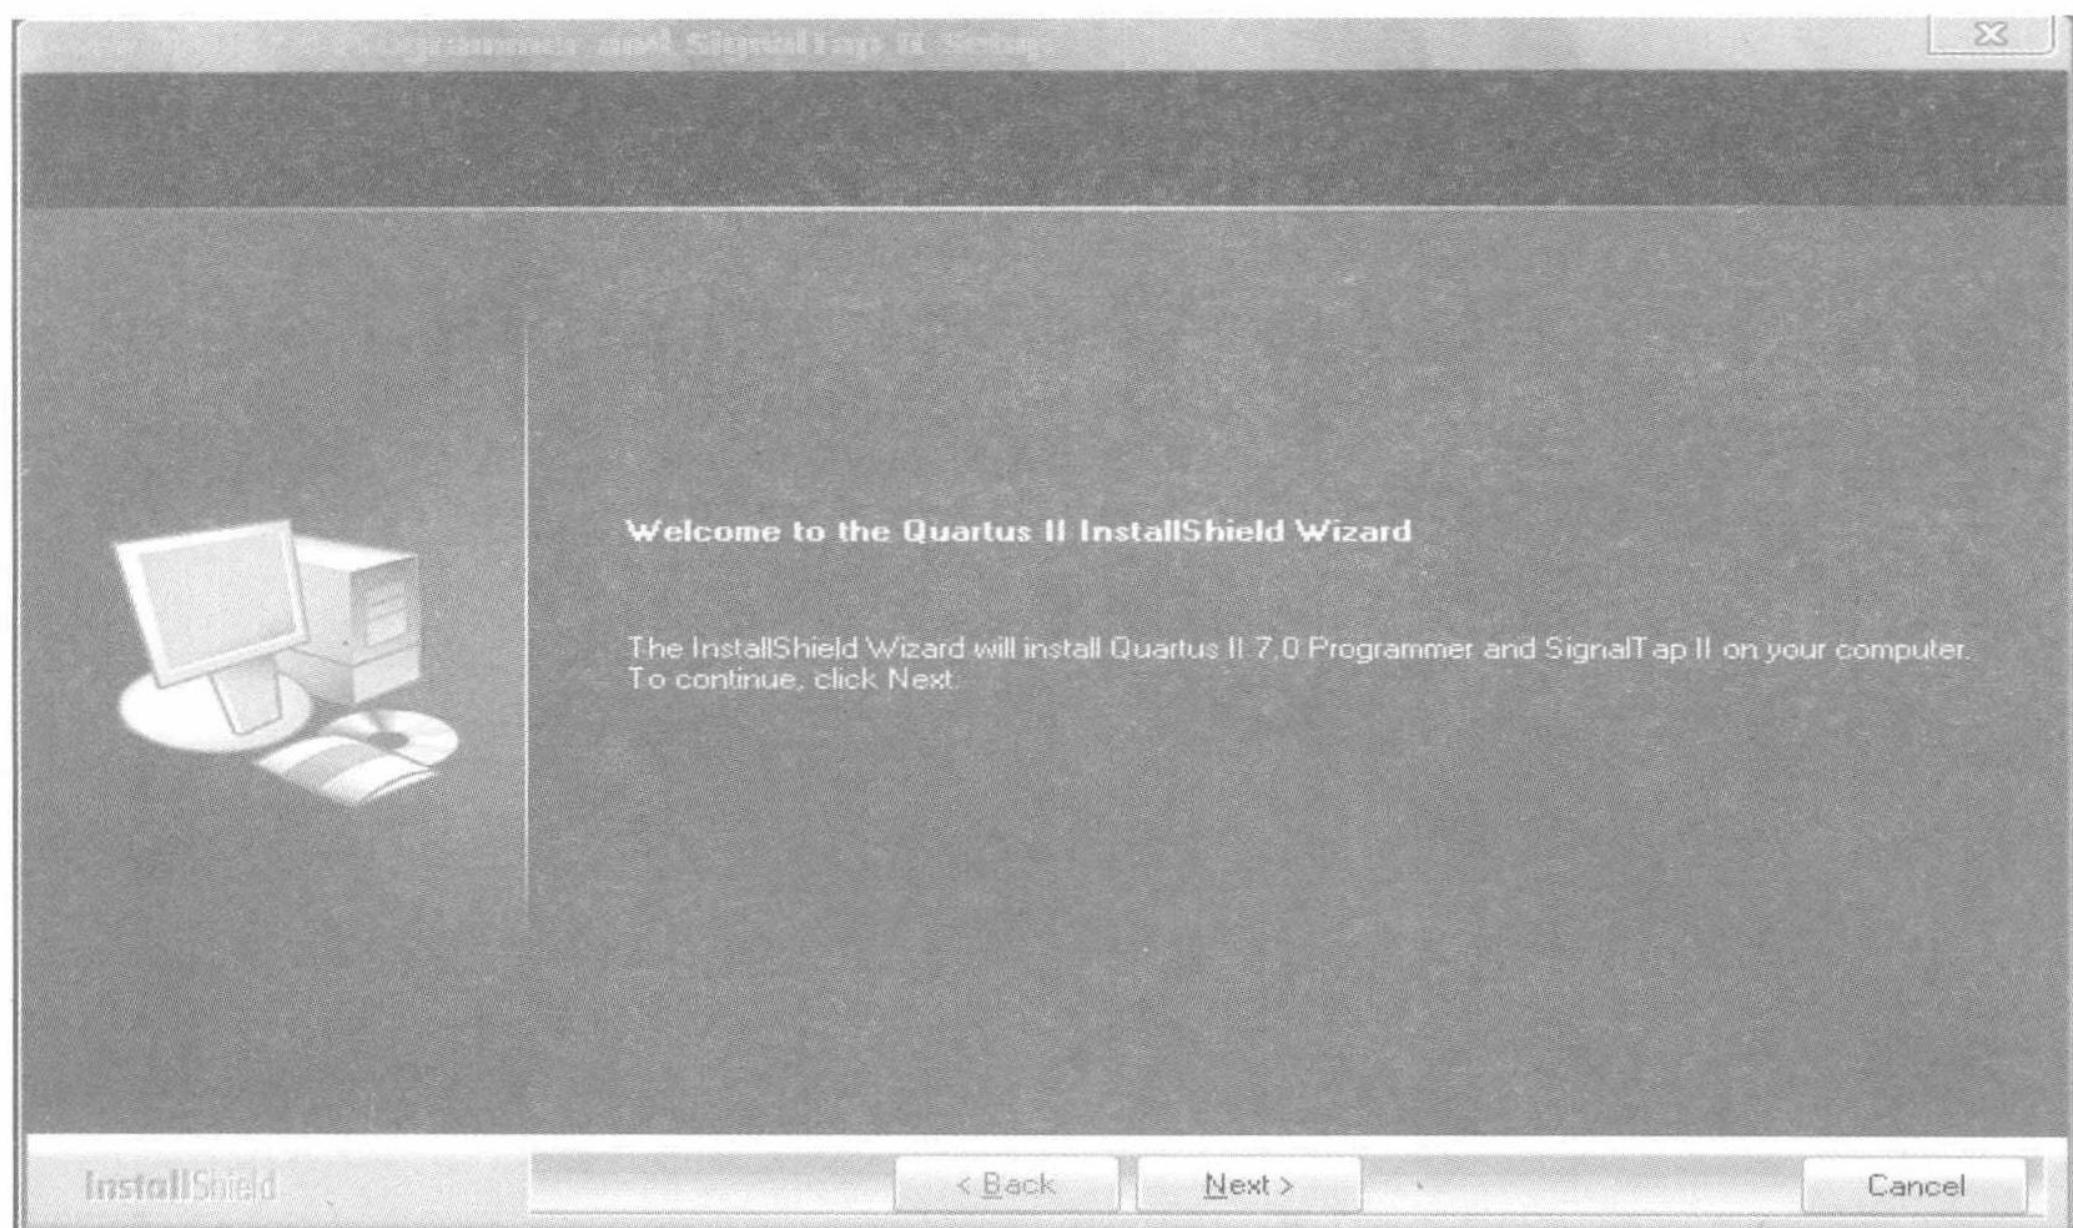

图 1.1 QuartusII 安装界面
(1) 光盘路径: quartusii\quartus\disk1 中用鼠标左键双击 setup.exe 文件。启动界面如图 1.1 所示。